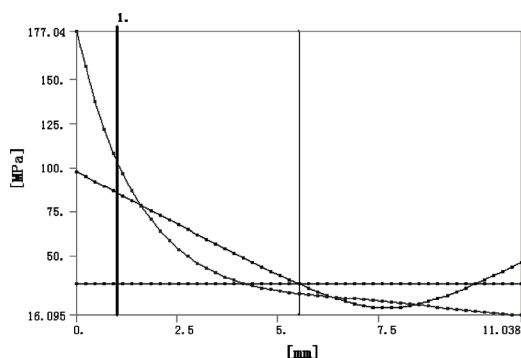
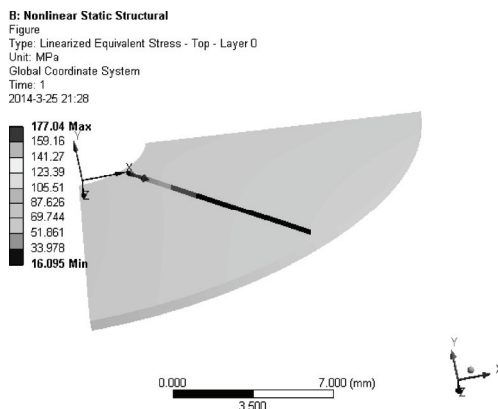

图 7-40 路径应力数据图 2
图 7-41 路径显示 2
3) 同样操作得到的 B 项目的路径结果图如图 7-40 和图 7-41 所示。